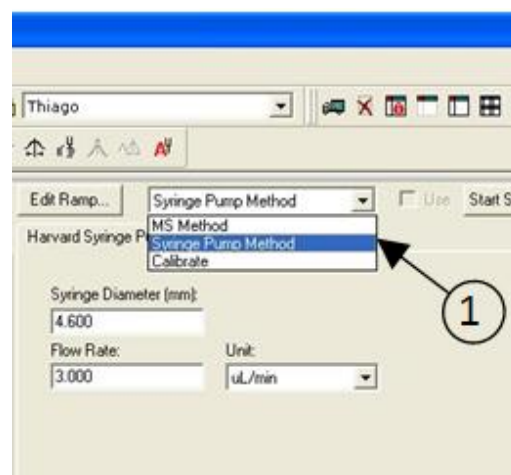

Figura 1. Tela para calibração manual.
- 1.1.4. No item 1, selecione a opção *Syringe Pump Method* (Figura 1).
- 1.1.8. No item 1, selecione a opção *MS Method* (Figura 1).